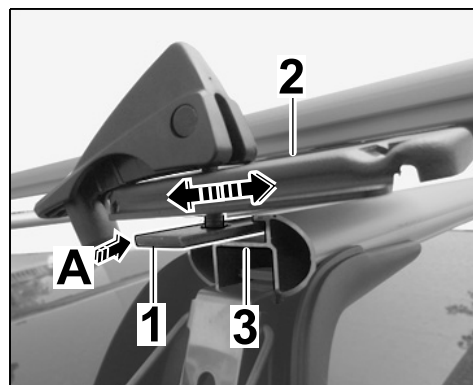

Figura 22
- 5.4 Introducir el perno en T de la placa de sujeción trasera en la ranura del soporte para sistema de transporte de techo (⇒ *Figura 22 -A-*).
Si fuera necesario, empujar la placa de sujeción trasera del soporte para bicicletas de carreras hacia delante o atrás (⇒ *Figura 22 -flechas-*).